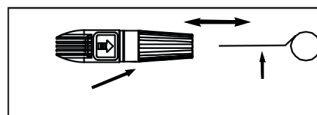

Abb.2
- Verwenden Sie den mitgelieferten Kit-Reiniger der Düse oder einen scharfen Draht (z.B. biegen Sie nun eine Büroklammer), um die Düse zu reinigen. Bewegen Sie es nach innen und außen, bis Sie die Düse von Rückständen und Staub frei spülen. Abb. 2.